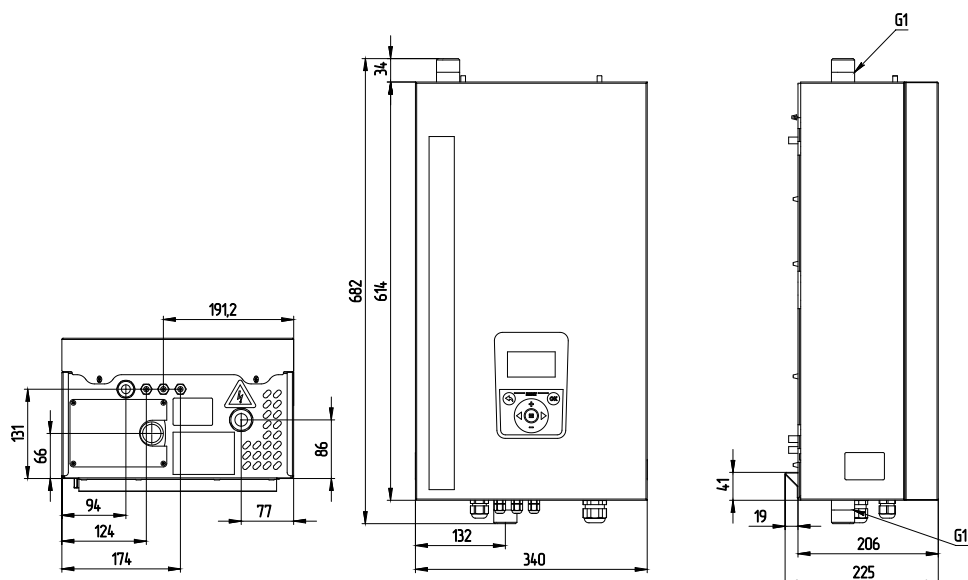

Рис.9 Габаритные размеры GTM CLASSIC E250 4,5-7,5
- подсоединить котел к системе отопления. Габаритные и присоединительные размеры котлов указаны на **рис.9, 10, 11, 12, 13, 14**;